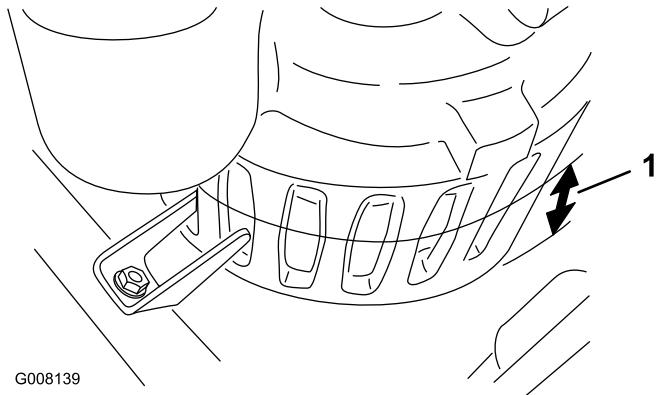

Figure 8
1. Mesurez la profondeur de l'eau dans la partie la plus basse du bunker. Si elle est inférieure à 6,35 cm (niveau d'eau à la moitié des fentes sur la pompe), creusez un trou de 30 cm x 30 cm de 5 à 7,5 cm de profondeur pour y placer la pompe (Figure 8).